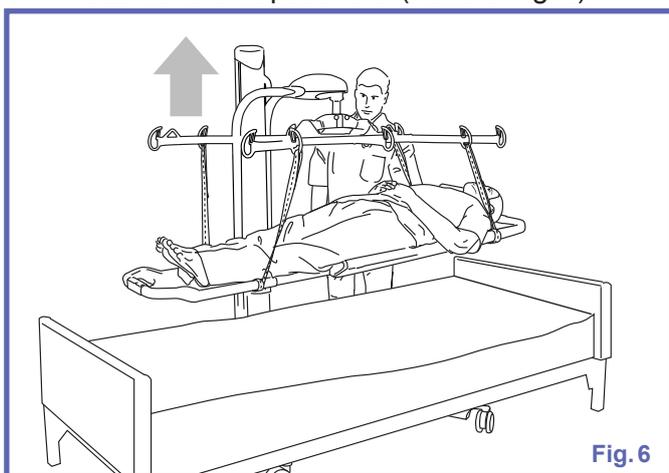

Fig. 6
- 6) Sollevare il paziente quanto basta da scavalcare il letto/barella ospedaliera (vedere Fig. 6).